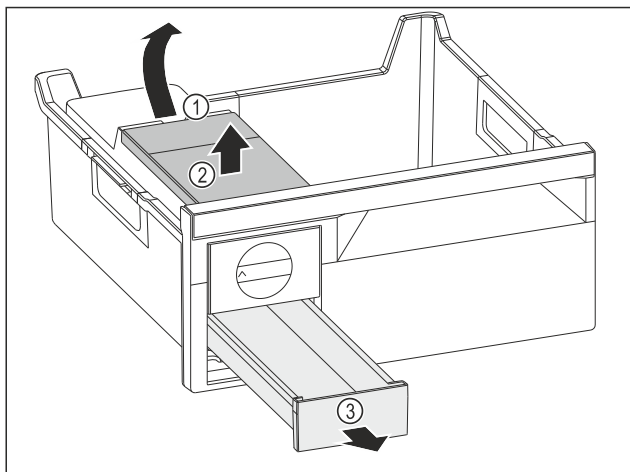

Fig. 110
- Sacar el depósito de agua: Subir el depósito de agua por la entalladura Fig. 110 (1).
- Extraer el depósito de agua Fig. 110 (2) por arriba.
- Extraer el cajón para cubitos de hielo Fig. 110 (3) por delante.